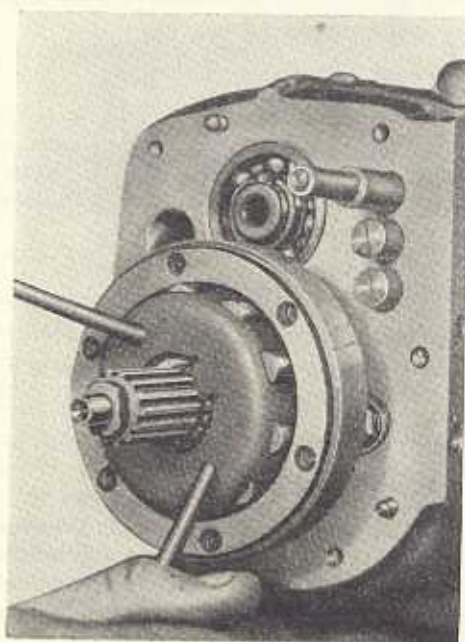

Bild G 18. Abnehmen des Rollenkäfigs
3. Sicherungsring vor dem Freilaufstern mit Sicherungsringzange entfernen und Käfig mit zehn Freilaufrollen unter Zuhilfenahme von zwei Schraubenziehern herausnehmen (Bild G 18). Dabei auf die im Käfig und Freilaufstern eingesetzte Feder achten!